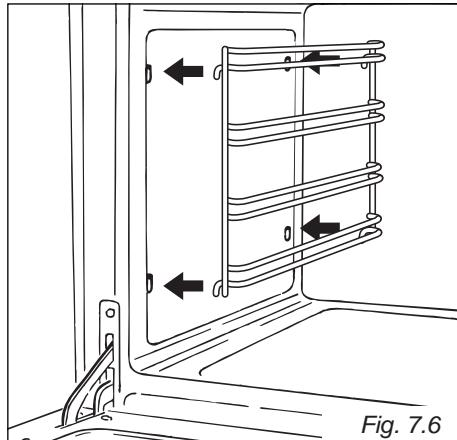

Fig. 7.6
- Accrocher les grilles latérales fig. 7.6).